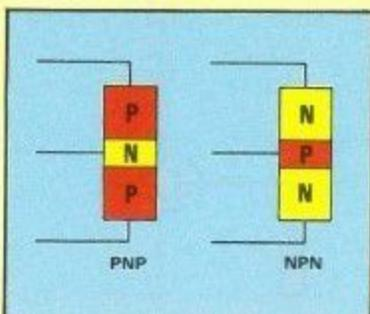

Fig. 1. - Les deux types de transistors « bipolaires » et leurs boîtiers classiques.
Nous savons déjà qu'il y a deux sortes de semi-conducteurs : l'une est enrichie en porteurs de charges négatifs (N), l'autre en porteurs positifs. Il y a donc deux sortes de transistors (fig. 1) : le NPN et le PNP ; l'analogie avec le sandwich est frappante, si l'on sait que la couche médiane est obligatoirement très mince...